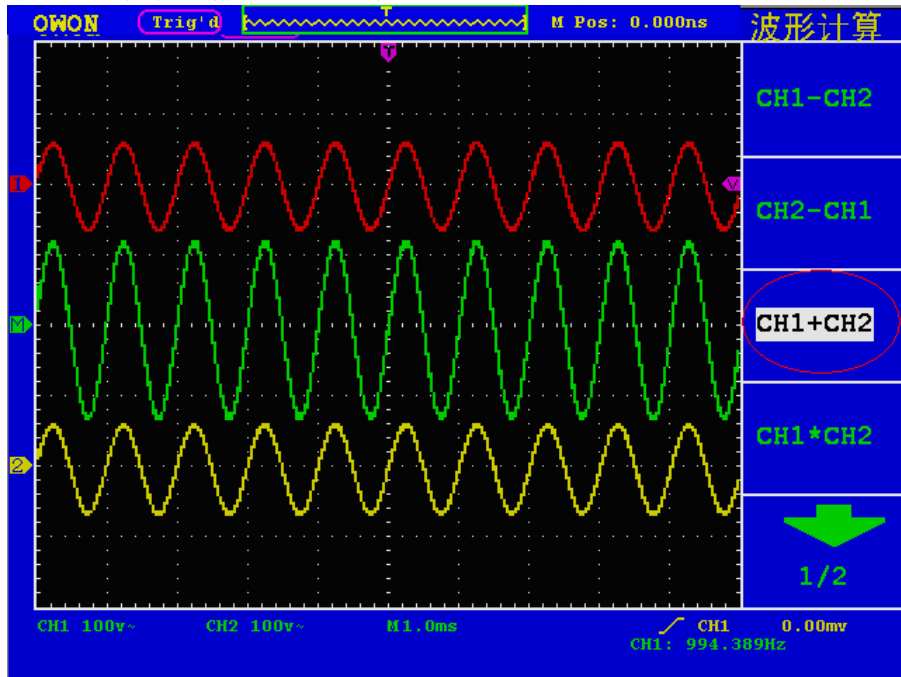

图 5-8: CH1+CH2 数学运算波形
- 2、按 **F3** 菜单选择按键，选择 **CH1+CH2**。屏幕中显示出绿色的计算后波形M，再按 **F3** 菜单选择按键，则波形M关闭。见图5-8。